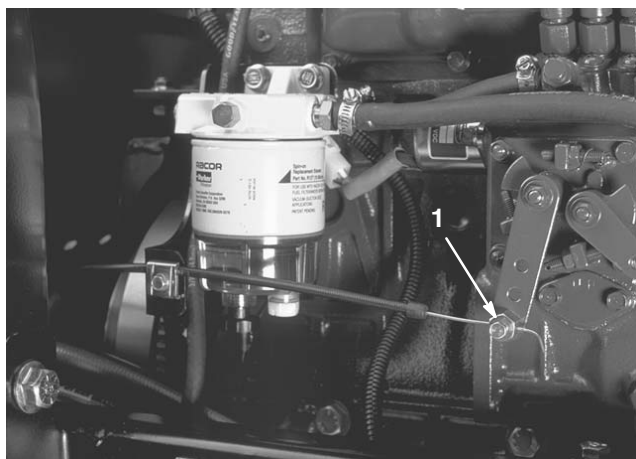

Figure 53
2. Desserrez le connecteur du câble d'accélérateur sur le bras du levier de la pompe d'injection (Fig. 53).